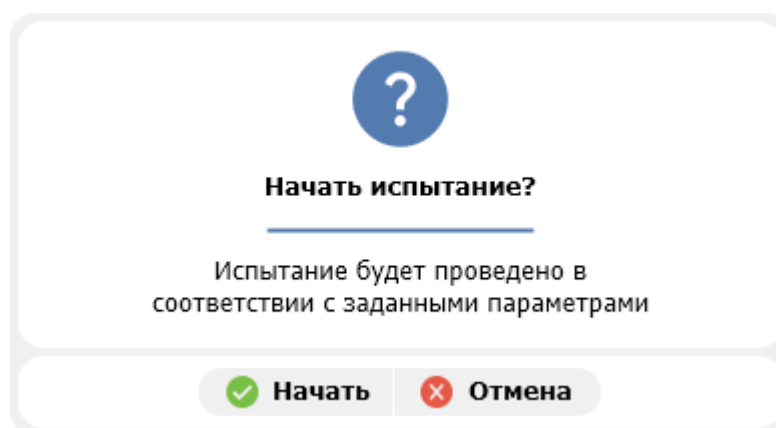

Рисунок 4.1.2
- 10) Нажмите кнопку  или кнопку «ПУСК» на пульте оператора (см. п. 4.2.4 Свободное перемещение, рис. 4.2.4.2) для вызова запроса на начало испытания (см. рис. 4.1.2);